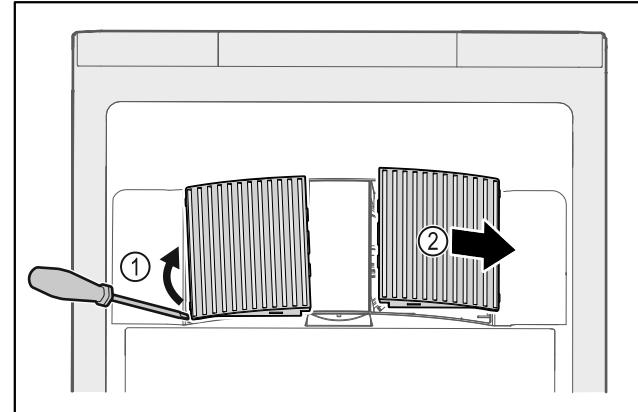

Fig. 237
- Abrir cuidadosamente las cubiertas del ventilador haciendo palanca por un lado Fig. 237 (1) y retirarlas hacia delante Fig. 237 (2).